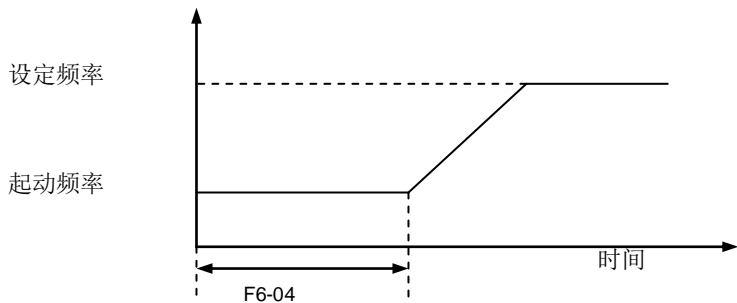

图 6-20 起动频率持续时间
- 起动频率持续时间，开始起动时以起动频率运转的持续时间。如果设定频率比起动频率低，变频器将不运行，处于待机状态。起动频率持续时间到达后，按设定的加速时间上升到设定频率运行。如图 6-20 所示。